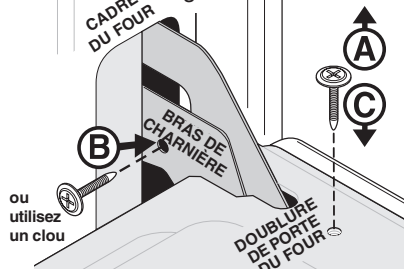

Fig. 2
2. Retirez les deux vis situées à l'intérieur de la doublure de porte (**A** fig. 2)
3. Introduisez les deux vis dans les trous de charnière de porte situés sur le côté du bras de charnière, une dans chaque charnière (**B** fig. 2).
5. Réinstallez les deux vis dans la doublure de porte (**C** fig. 2).